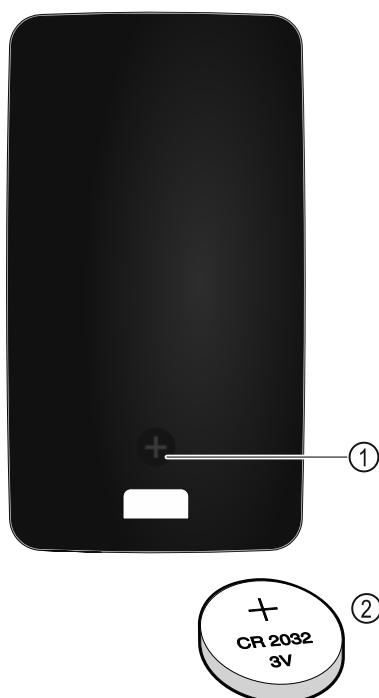

Fig. 223
Il telecomando è alimentato da una batteria CR 2032 da 3V Fig. 223 (2), disponibile presso i rivenditori specializzati.
► Svitare la vite Fig. 223 (1) sul retro del telecomando.